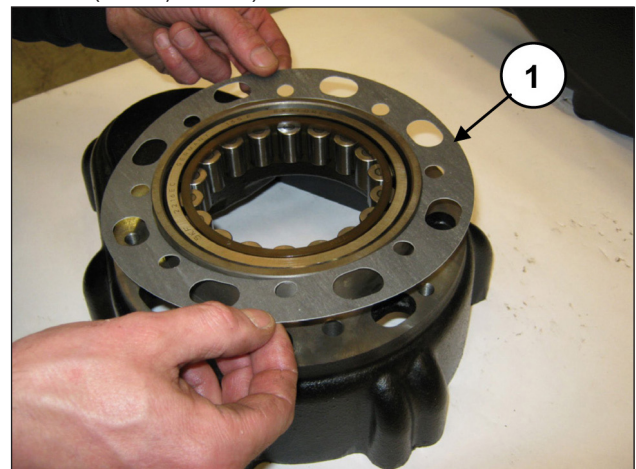
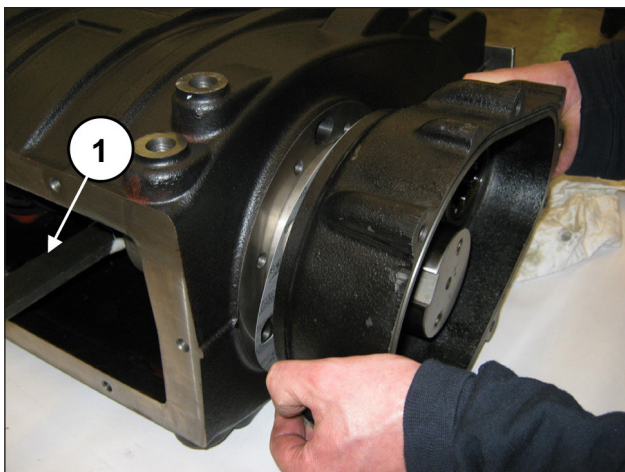

Abb. 61
Abb. 62
Setzen Sie auf der gegenüberliegenden Seite die seitliche Dichtung am Getriebegehäuse ein (Pos. ①, Abb. 61) und heben Sie die Kurbelwelle zum leichteren Anbringen des Deckels (Pos. ①, Abb. 62).